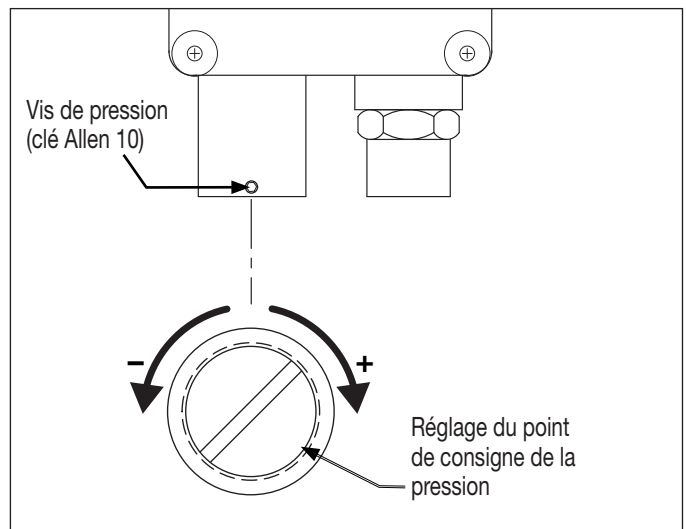

Figure 12 : réglage du seuil du pressostat
4. Desserrez la vis de pression du pressostat à l'aide d'une clé Allen 10. Reportez-vous à la figure 12.
5. Placez le levier du distributeur en position d'avancée (A).
7. À l'aide d'un petit tournevis plat, tournez la vis de réglage du pressostat dans le sens horaire pour augmenter le seuil et dans le sens antihoraire pour le réduire. Reportez-vous à la figure 12. Vérifiez que le pressostat procède à l'ouverture et que le moteur de la pompe s'arrête lorsque le seuil de pression souhaité est atteint.